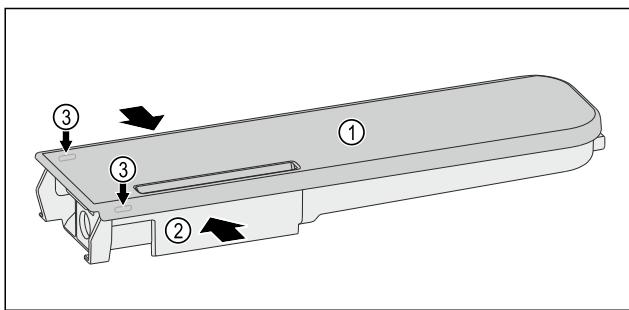

Fig. 166
- Wasserbehälter Fig. 166 (2) zusammendrücken und Deckel Fig. 166 (1) vorsichtig über die Rastnasen Fig. 166 (3) heben und hochziehen.
- Deckel Fig. 166 (1) leicht hin- und herbewegen und nach oben entnehmen.